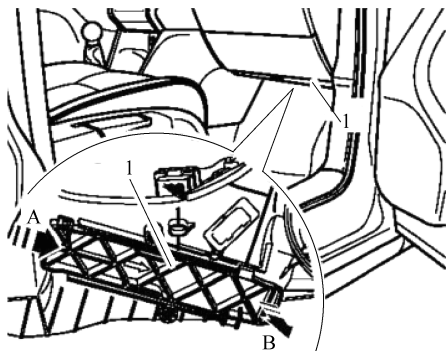

图 11-2-3 拆卸花粉过滤器
- 2) 沿箭头方向 A 松开盖板 1, 并沿箭头方向 B 将其拆下, 如图 11-2-3 所示。